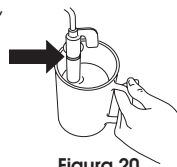

Figura 20
9. Assicurarsi di non immergere la linea demarcata sullo schiumatore (indicata dalla freccia nella Figura 20). Ruotare il selettore di controllo del vapore di mezzo giro in senso antiorario fino al suo arresto (Figura 7). Fare molta attenzione perché il vapore è bollente!